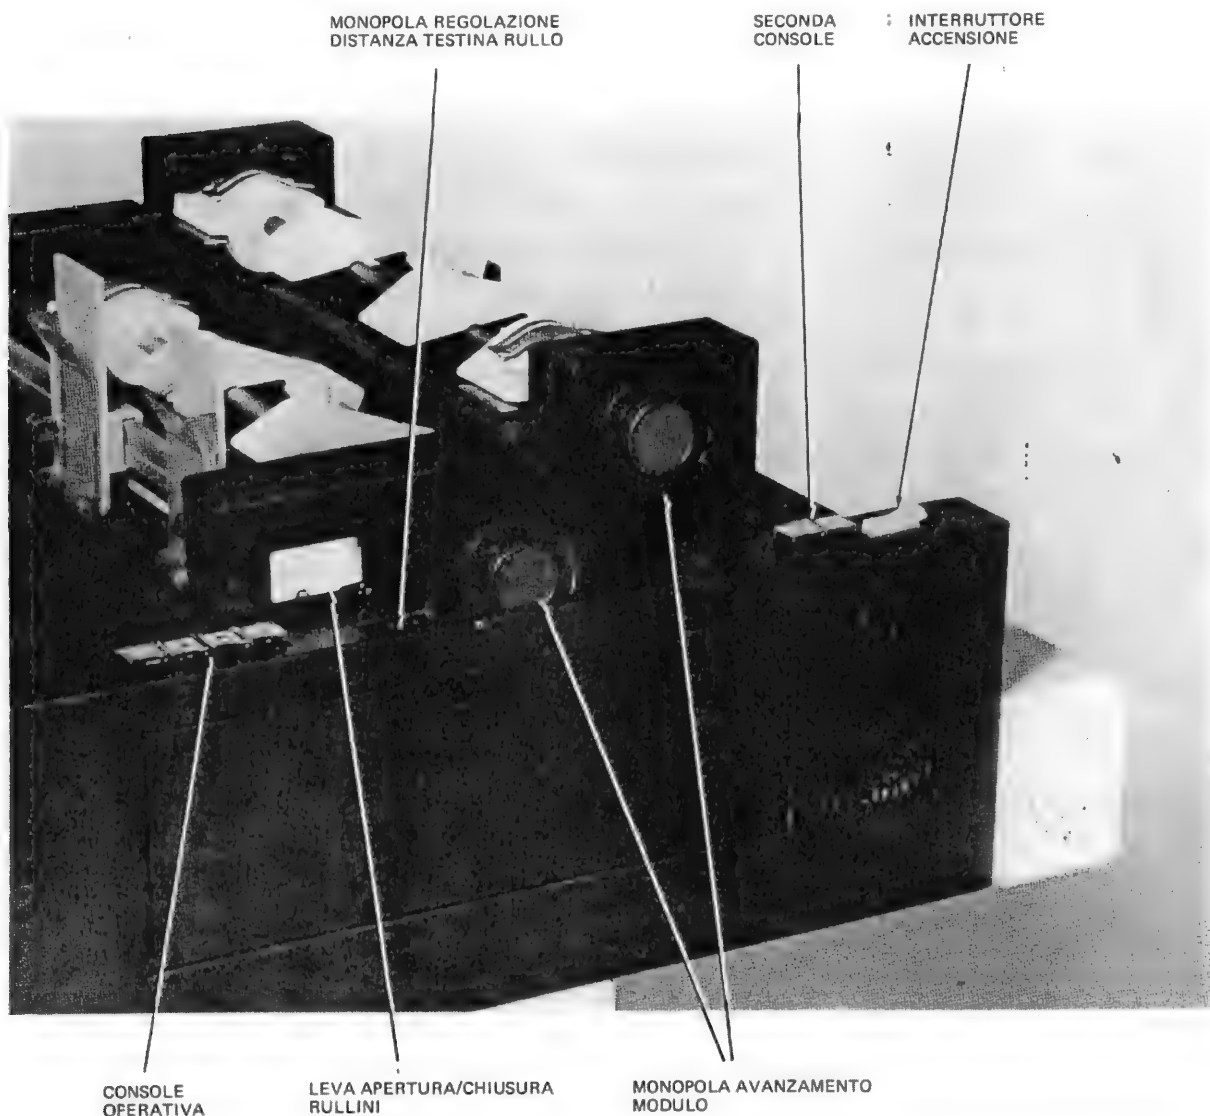

Figura 7.1. - Console operativa e comandi manuali
Nella parte anteriore destra delle stampanti è situata la console operativa, composta da tre tasti di comando e da un indicatore luminoso di ON - OFF (vedere figura 7.1.)
Se è presente il secondo sprocket opzionale SF 1201, la stampante è corredata di una seconda console specifica dotata di pulsanti di LINE e FORM - FEED che operano comandi analoghi a quelli descritti nel seguito per il primo sprocket (vedere figura 7.1.).
- L'interruttore generale di accensione, situato posteriormente sulla destra della macchina (vedere figura 7.1.), è usato per l'accensione della stampante (I-ON/O-OFF).
Le stampanti PR 1220 - 1230 - 1240 sono dotate di diversi comandi manuali per l'inserimento ed il corretto posizionamento dei moduli (vedere figura 7.1).